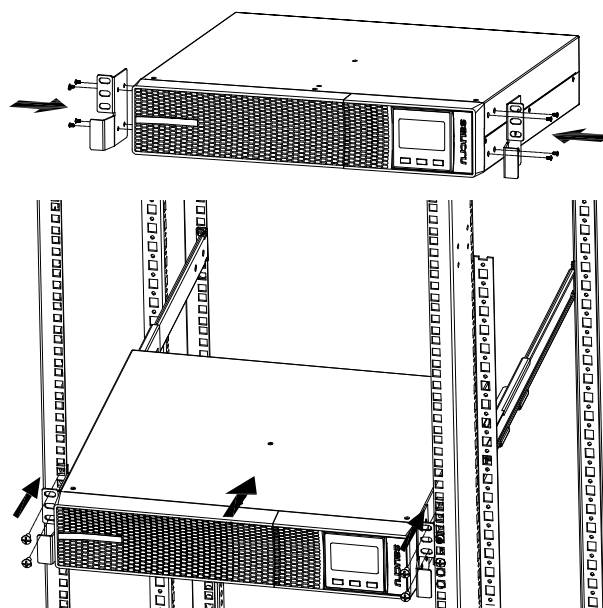
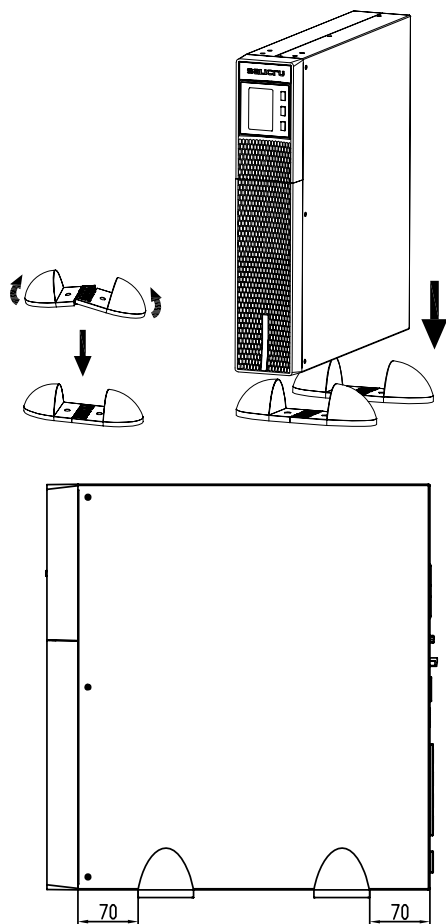

Fig. 6. Montagem *rack* em armário 19".
Fig. 8. Montagem vertical (tipo torre).
- As Fig. 4 a Fig. 8 representam exemplificativamente o grafismo de um equipamento ou deste com o seu módulo de baterias. Estas ilustrações são úteis e proporcionam orientação nos passos a seguir e não pretendem particularizar as instruções a um único modelo, embora na prática as ações a realizar sejam sempre as mesmas para todos eles.
- Coloque o UPS de pé entre as duas bases a uma distância de 70 mm desde cada extremidade (ver a Fig. 6).
- Coloque o UPS e o módulo de baterias de pé entre as duas bases (ver a Fig. 8) e a uma distância de 70 mm desde cada extremidade, como mostra a Fig. 6.